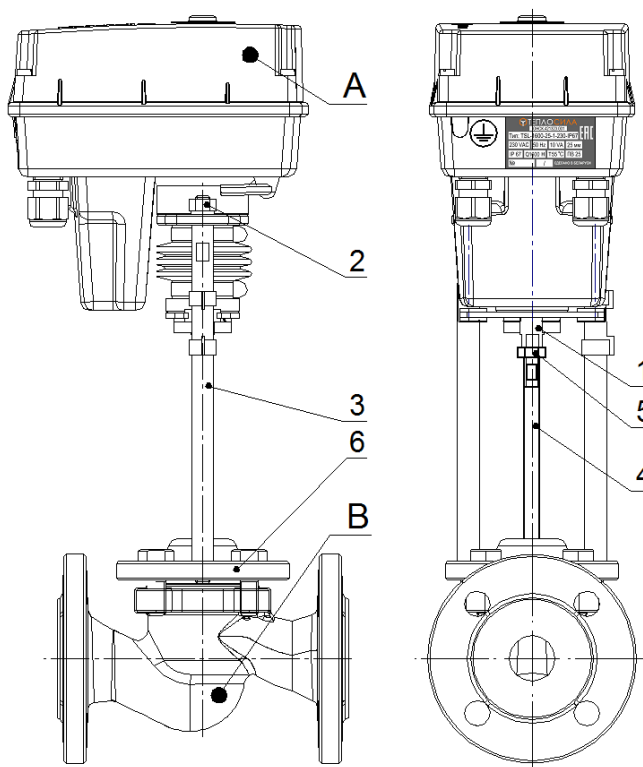

Рисунок 2 - Механическое присоединение в столбчатом исполнении
3.1.1 Механическое присоединение в столбчатом исполнении (см. рисунок 2).